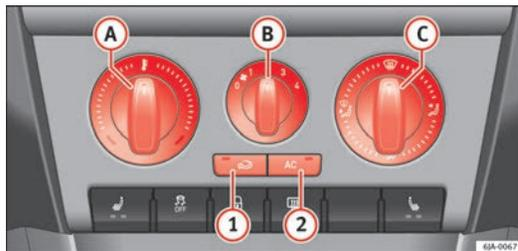

Fig. 99 Climatizzatore: elementi di comando
L'impianto di raffreddamento funziona solamente se il tasto    ⇒ fig. 99 ⇒ pagina 134 è premuto e sono soddisfatti i seguenti requisiti:
- La temperatura aumenta ruotando il comando  ⇒ fig. 99 verso destra.
- Azionare il ventilatore, ruotando il comando  ⇒ fig. 99 fra le posizioni da 1 a 4.
- Ruotando il comando  ⇒ fig. 99, si regola l'afflusso d'aria alle rispettive bocchette ⇒ pagina 131.
- Premere il tasto   ⇒ fig. 99, la spia all'interno del tasto si accende.
- Comandi **A** ⇒ fig. 99 ⇒ pagina 134, **B**, **C** e tasti **1** e **2**.
- Premere il tasto **1** ⇒ fig. 99 ⇒ pagina 134, la spia all'interno del tasto si accende.
- Premere nuovamente il tasto  ① ⇒ fig. 99 ⇒ pagina 134, la spia all'interno del tasto si spegne.
Se il regolatore della ripartizione del flusso dell'aria  ⇒ fig. 99 ⇒ pagina 134 è in posizione , il ricircolo dell'aria si spegne automaticamente. Premendo il tasto  è possibile riaccendere il ricircolo dell'aria in questa posizione.